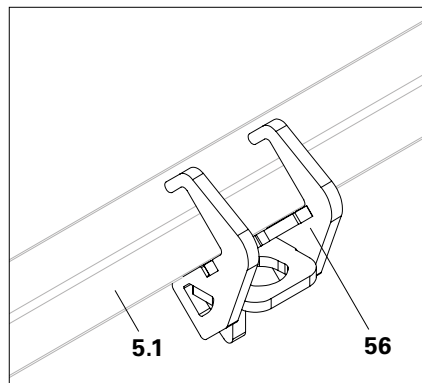
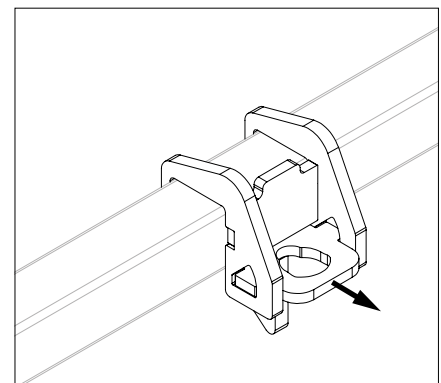

Abb. A11.10b
Abb. A11.10c
(Abb. A11.10b + Abb. A11.10c)
- Riegelaufnahme heranziehen, so dass die Nase (**56.2**) am Unterzugrohr anliegt. (Abb. A11.10c)